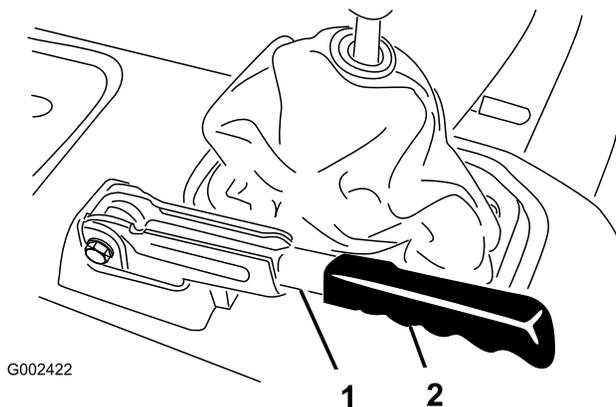

Рисунок 67
1. Снимите резиновую оболочку с рычага стояночного тормоза (Рисунок 67).